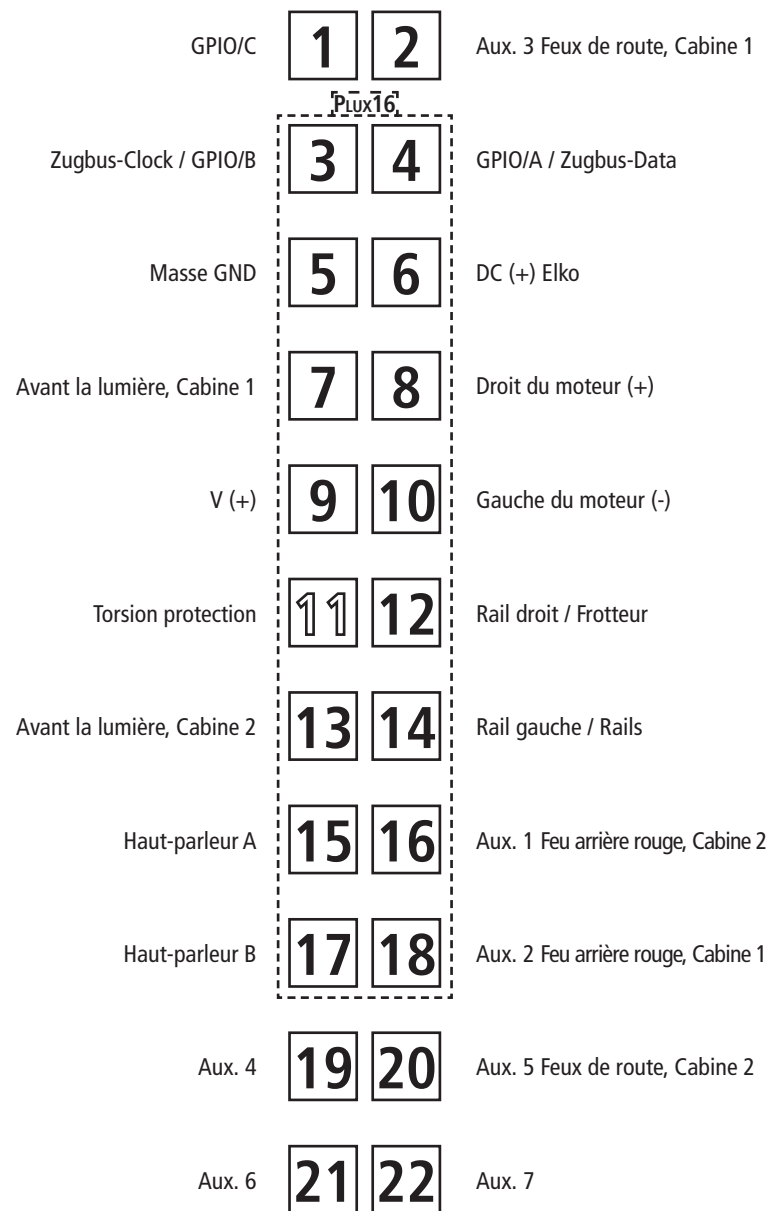
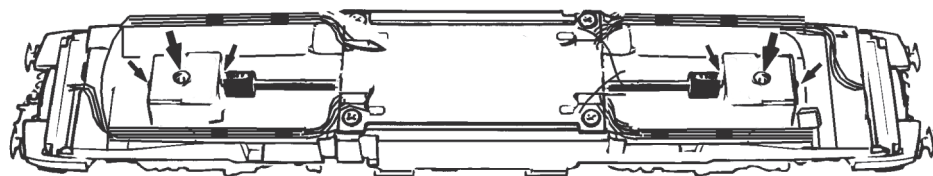
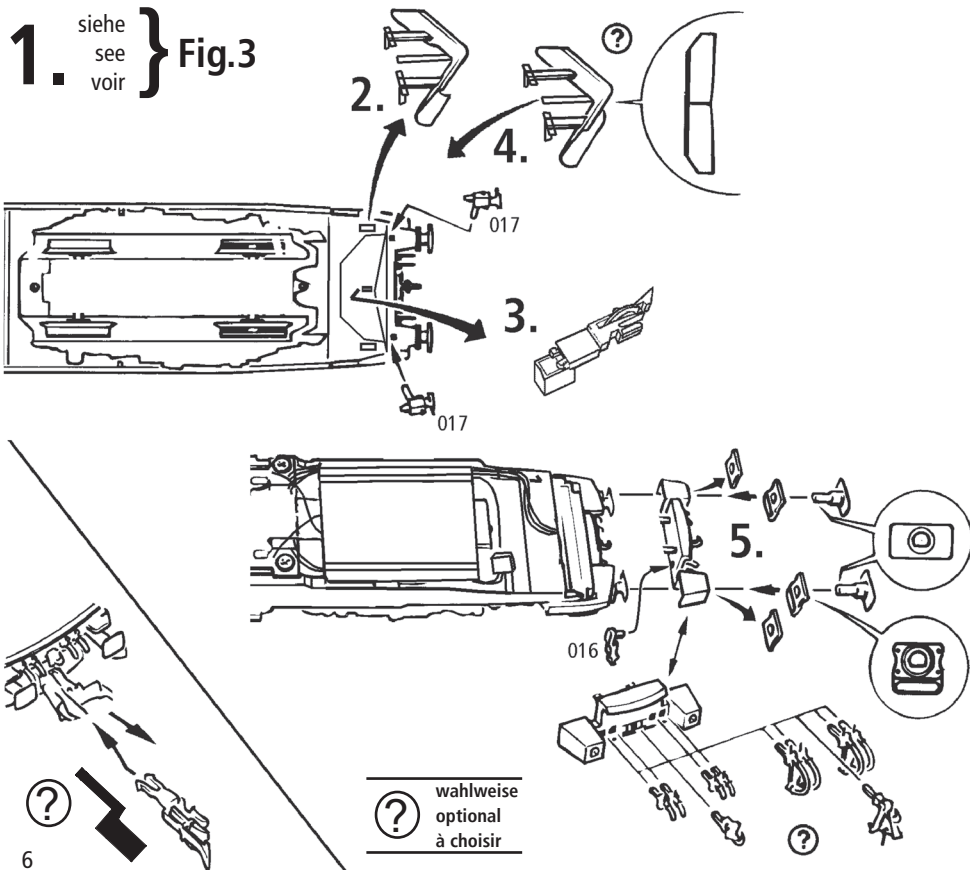

Fig. 5
Fig. 9
Fig. 3
2. Schmierung: Versehen Sie die im Schmierplan in Fig. 8 gekennzeichneten Stellen mit nur **kleinen Öltropfen**. Dazu zuerst das Lokgehäuse abnehmen (Fig. 3). Wir empfehlen den **ROCO Öler Art.-Nr. 10906**. Fürs Schmieren der Getriebeteile (Zahnräder, Schnecke) empfehlen wir das **ROCO-Spezialfett Art.-Nr. 10905**. Im Falle der Schmierung diese Teile **nicht ölen**.
Mehrzugbetrieb: Zuerst Lokgehäuse abnehmen (Fig. 3). Danach den Brückenstecker aus der Schnittstelle entfernen (diesen sorgsam aufbewahren). Danach den Stecker des Decoders lagegerecht einsetzen (Fig. 5).
Schleiferwechsel: siehe Fig. 9
4. Motorwechsel: Lokgehäuse abnehmen (Fig. 3). Danach wird der Motor ausgebaut und ausgetauscht (Fig. 6).
2. Lubrication: Apply **tiny oil drops** to spots marked in fig. 8. Prior to lubrication dismantle locomotive (fig. 3). We recommend using item no. **10906, Roco oiler**. For lubrication the gearparts (e.g. cogwheels, worm) we would recommend our Roco **special grease** (item no. **10905**). **Attention:** Please do not oil these parts when using our grease.
Running in digital mode: Remove the jumper from the interface. Finally put the plug of the decoder into the interface as shown in fig. 5.
A.C. pick up: see fig. 9
4. Motor Changing: First remove loco body (fig. 3), and then the motor (fig. 6).
2. Graissage: N'appliquez **qu'une toute petite goutte** aux endroits indiqués par le plan de graissage (fig. 8) après avoir démonté la caisse de la locomotive (fig. 3). Nous vous recommandons **le graisseur à huile Roco réf. 10906**. Pour graisser les engrenages (roues dentées, vis sans fin) nous vous conseillons la **graisse spéciale Roco réf. 10905** pour engrenages en matières synthétiques. Lorsque vous utilisez cette graisse il faut éviter d'huiler ces composants.
Exploitation en télécommande multi-trains: Enlevez la fiche de shuntage de l'interface (à conserver!) et enfichez finalement la fiche de décodeur aux prises de l'interface. Veuillez à la position correcte de la fiche (fig. 5).
Remplacement courant alternatif: voir fig. 9
4. Remplacement du moteur: Démontez la caisse (fig. 3). Démontez ensuite le moteur (fig. 9).
voir } Fig.3